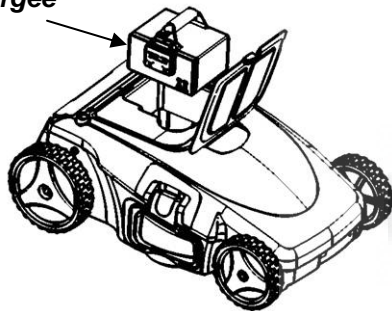

*Figure 8*
A l'aide du levier de hauteur de coupe situé sur le côté de la roue arrière gauche (*Figure 8*), réglez la hauteur de coupe de façon à ne couper que 2,5 cm (1) ou 5 cm (2) d'herbe à la fois.